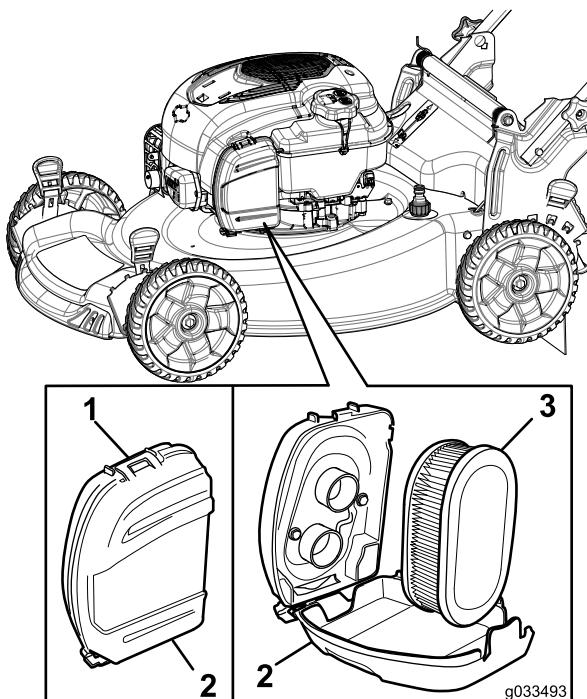

Рисунок 29
- Расфиксируйте защелку в верхней части крышки воздушного фильтра (Рисунок 29).
- Извлеките воздушный фильтр (Рисунок 29).